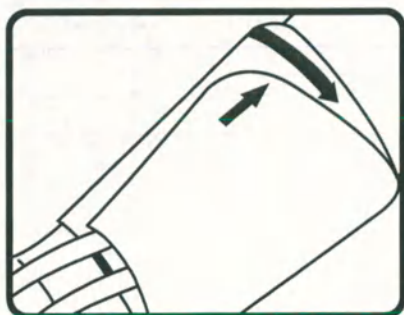

Рисунок 2
6. На застегнутой манжете символ стрелки  должен указывать на диапазон, обозначенный символом  (см. рисунок 2). Это значит, что манжета подобрана правильно и соответствует длине окружности плеча.